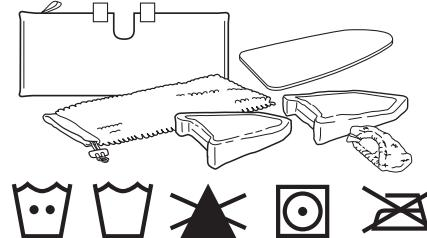

fig. 14
**NE NETTOYEZ JAMAIS LES TAMPONS AVEC UN JAVELLISANT, UN DÉTERGENT EN POUDRE OU UN ASSOUPLISSANT À TISSUS,** car ces produits pourraient endommager les tampons ou y laisser des dépôts réduisant l'efficacité nettoyante et le pouvoir absorbant. Les tampons de nettoyage doivent être séchés sur la corde à linge ou les sécher à la machine à basse température, ce qui prolongera la durée de vie du tissu en microfibre (fig. 14).